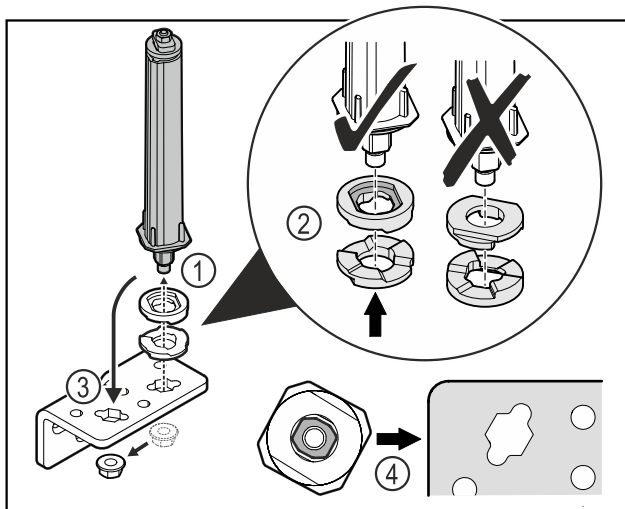

Fig. 34
- Mutter lösen und Türschließsystem entfernen Fig. 34 (1).
- Auf die korrekte Ausrichtung der Höhenverstelleisbeiben achten Fig. 34 (2).
- Türschließsystem im Scharnierwinkel umsetzen und mit der Mutter fixieren Fig. 34 (3).
- Beim Einsetzen auf die korrekte Ausrichtung des Türschließsystems achten Fig. 34 (4).